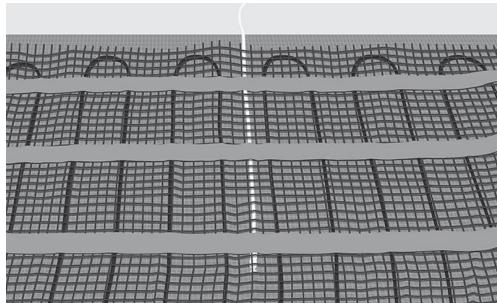

Fig. 7. Placér røret/føleren mellem kablerne
11. Placér og fastgør tomrøret eller gulvføleren. Sørg for at placere røret/føleren mellem to varmekabler (fig. 7) og forsegl enden afrøret.